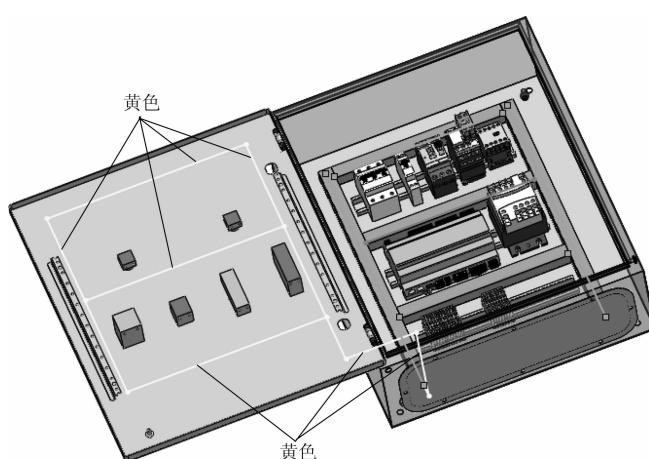

图 14-9 退出草图
**步骤10 退出草图** 单击【退出】离开草图，默认新建的路径将会显示为黄色，如图14-9所示。